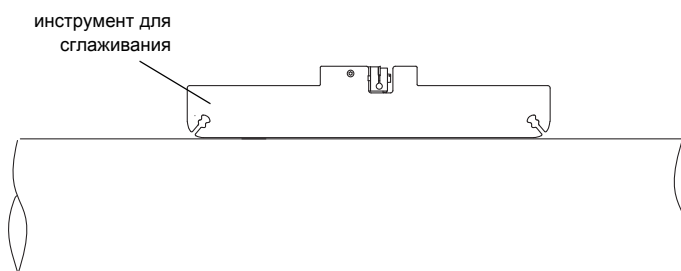

Рис. 2.1: Проверка ровности места измерения на трубе
- Место измерения на трубе должно быть ровным и гладким. Проверьте ровность с помощью верхней стороны инструмента для сглаживания (смотри Рис. 2.1).